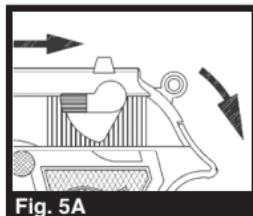

Fig. 5A
- Arme la pistola de aire tirando de la corredera completamente hacia atrás y suéltaela, permitiendo que se mueva hacia el frente, o armando con el martillo (Fig. 5A & 5B).